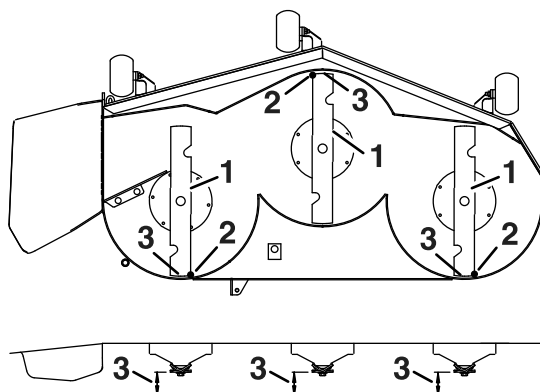

Рисунок 73
4. Осторожно поверните ножи так, чтобы они были расположены в продольном направлении (Рисунок 73).
5. Измерьте расстояние от конца переднего ножа до плоской поверхности и от конца заднего ножа до плоской поверхности (Рисунок 73).